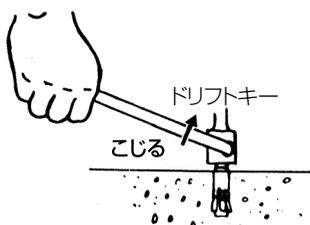

図 8
- (4) 打込み後はドリフトキーでアンカーを分離します。（図 8）